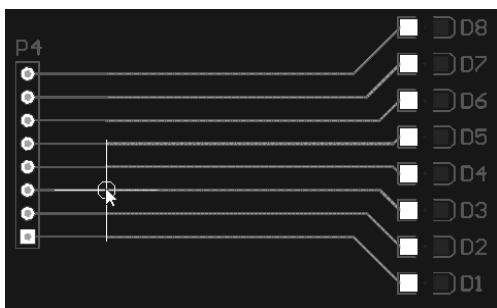

图 14-23 多走线布线步骤 (6)
(6) 将右侧总线向左侧总线靠拢，并做对齐调整，当两侧总线完全对齐后，单击鼠标左键即可完成“合拢”，如图 14-23 所示。